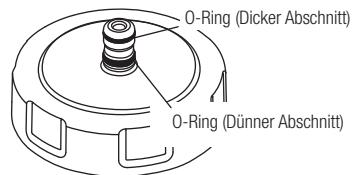

Abb.29
- Entfernen Sie die beiden O-Ringe an der Flaschenverbindung mit einem spitzen Werkzeug und legen Sie neue O-Ringe in die Nuten (Abb. 29).